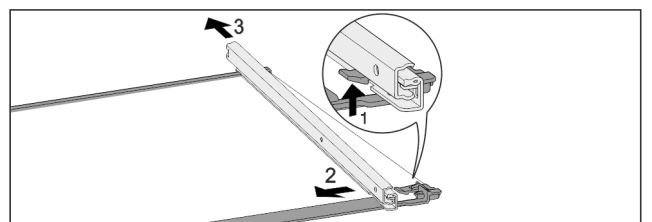

Fig. 69 Скляна пластина з рейками
- ▶ Натиснути передній гачок-фіксатор вгору. Fig. 69 (1)
- ▶ Виштовхніть виїзну рейку в сторону Fig. 69 (2) та назад Fig. 69 (3).